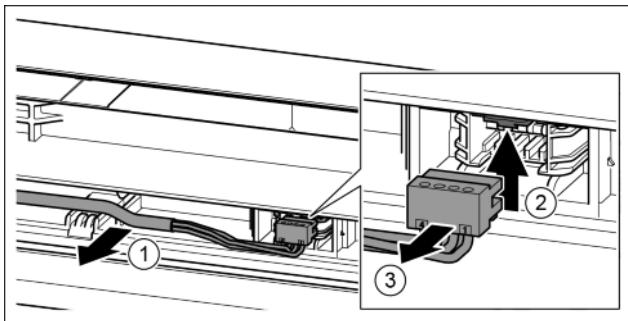

Fig. 24
- Обережно витягніть сірий кабель з направляючої в дверцях. Fig. 24 (1)
- Притисніть з'єднувальну накладку вгору. Fig. 24 (2)
- Обережно витягніть штекер. Fig. 24 (3)